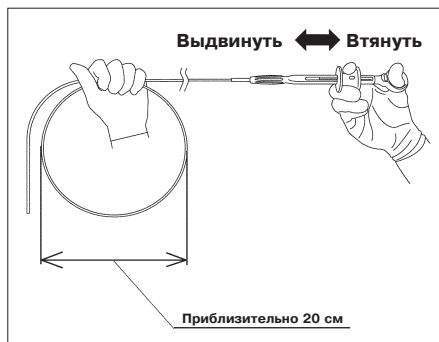

Рис. 3.2
1. Удерживая инструмент, как показано на рис. 3.2, на вводимой части сформируйте петлю диаметром приблизительно 20 см.